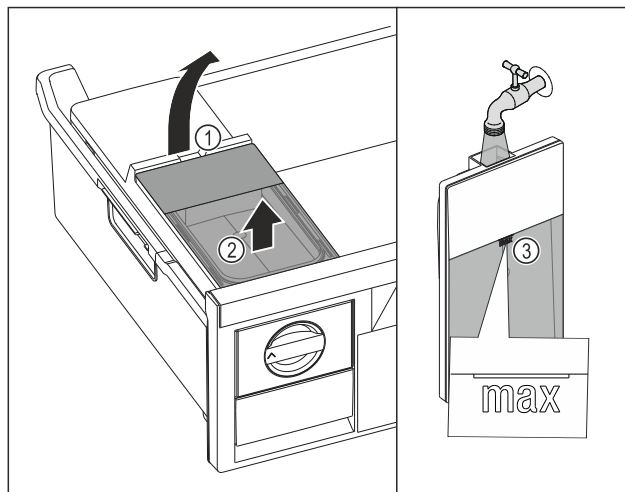

Fig. 71
► Ridicați rezervorul de apă de la degajare Fig. 71 (1).
► Scoateți rezervorul de apă în sus. Fig. 71 (2)
► Umpleți rezervorul de apă până la marcaj Fig. 71 (3) cu apă potabilă.